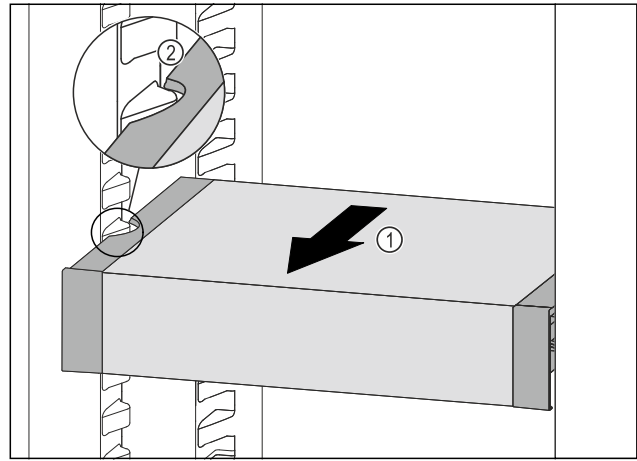

Fig. 130
- VarioSafe nach vorne ziehen Fig. 130 (1), bis sich die seitlichen Aussparungen des VarioSafes auf Höhe der Behälterrippe im Kühlteil befinden. Fig. 130 (2)